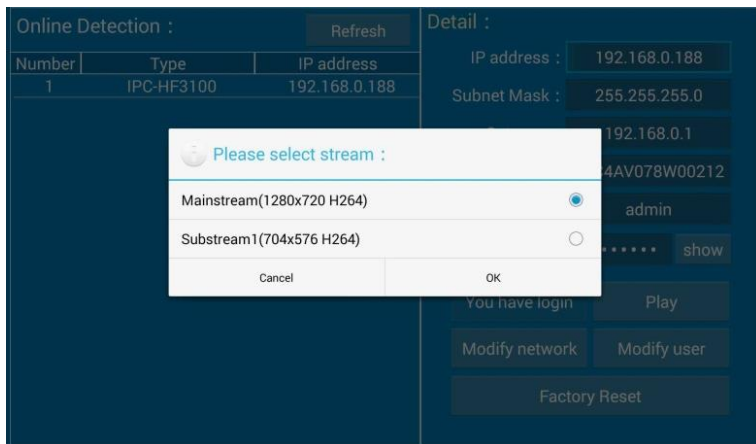

Рис. 169 Выбор видеопотока для тестируемой видеочамеры
4. Если видеочамера поддерживает выбор из нескольких потоков, выберите нужный, рис. 169